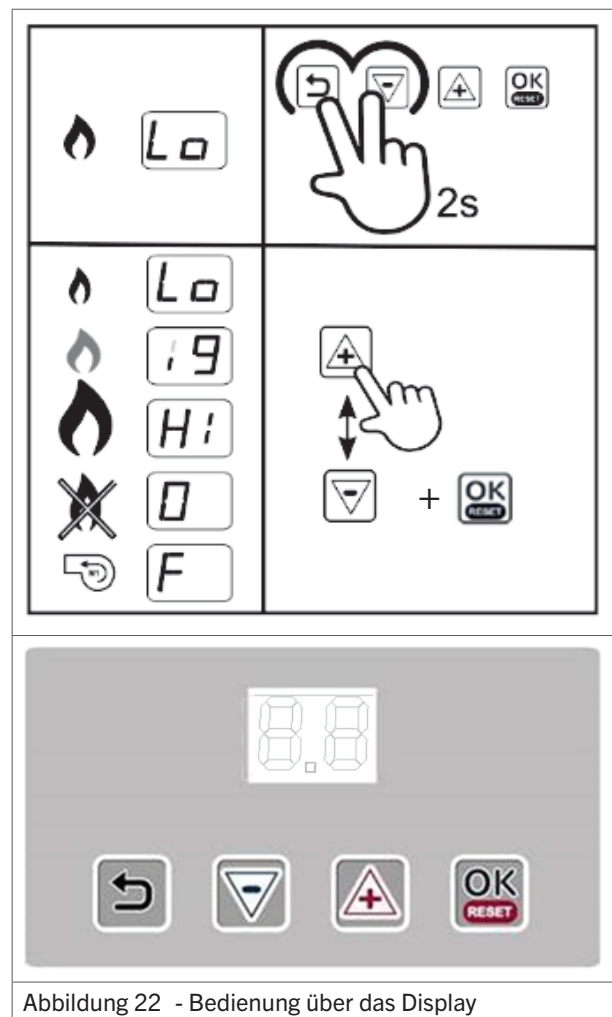

Abbildung 22 - Bedienung über das Display
1. Halten Sie einige Sekunden lang die Tasten **Return** und **(-)** gedrückt (Abb. 22). Die Anzeige wechselt zwischen den Anzeigetexten Lo und St. Der Luftherhitzer fährt somit im Teillastbetrieb hoch.
2. Mit den Tasten **(+)** und **(-)** wechseln Sie zwischen einem Teillast- und Vollast-Betrieb (Abb. 22).